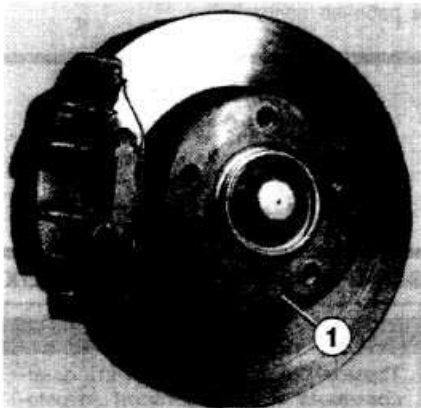

Рис. 13-5. Болт 1 крепления диска переднего тормоза
- Отвернуть болт крепления диска и снять его (рис. 13-5).